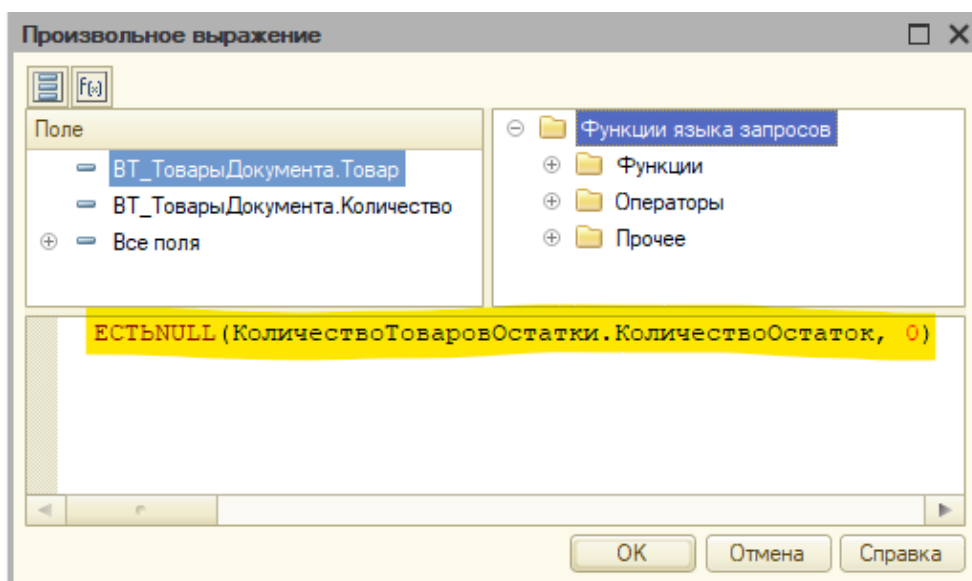
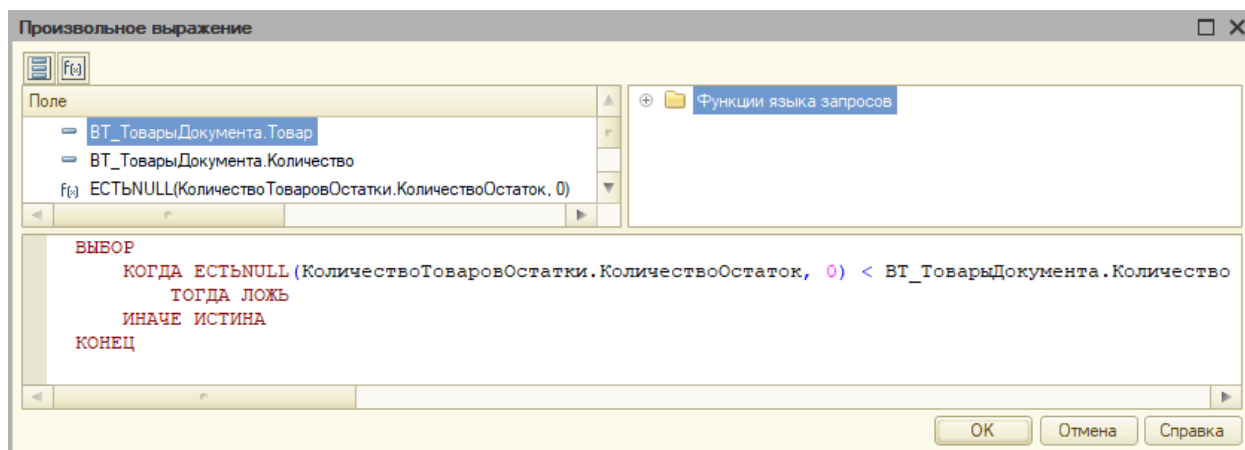

Рис. 5.59. Произвольное выражение 1
Рис. 5.60. Произвольное выражение 2
- на рис. 5.59 представлено произвольное выражение при нулевом значении регистра, на рис. 5.60 – при сравнении значений регистра и документа.